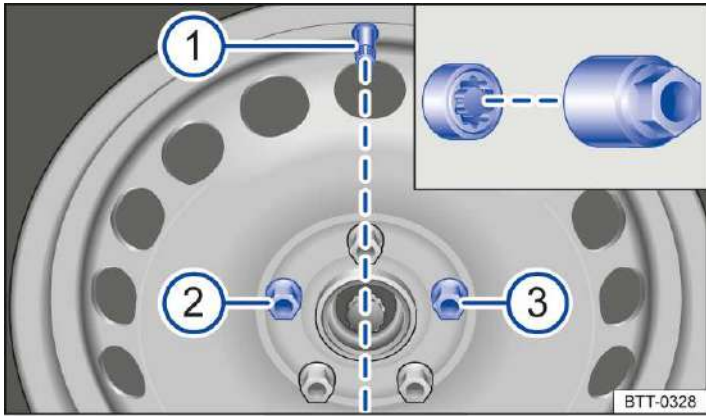

Abb. 2 Reifenventil (1) und Einbauorte der Anti-Diebstahl-Radschraube (2) oder (3).
Die Anti-Diebstahl-Radschraube muss bei einem Rad mit Radvollblende an Position → Abb. 2 (2) oder (3), bezogen auf die Lage des Reifenventils (1), eingeschraubt sein. Die Radvollblende kann sonst nicht montiert werden.